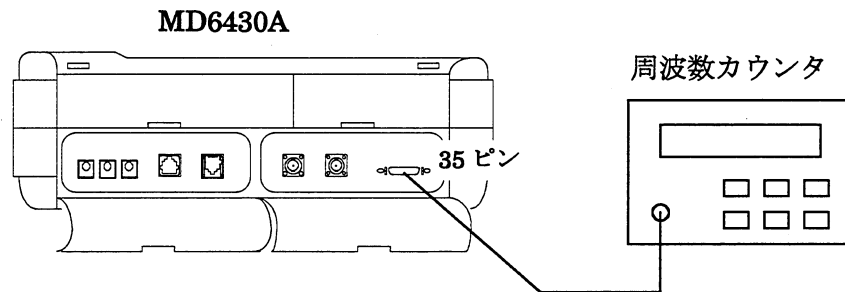

図 8.3-2 送信クロック測定 接続方法
本器のアンフェノールハーフピッチ 36 極コネクタの 35 ピン（向かって下段左から 2 番目）と周波数カウンタを図 8.3-2 のように接続します。コネクタのピン配置は「2 章仕様」を参照してください。
(1) 接続
G.703 64k インタフェースと同じように本器のアンフェノールハーフピッチ 36 極コネクタの 35 ピンと周波数カウンタを図 8.3-2 のように接続します。
(2) 本器の設定
8.2.1.1 (2) と同様に設定条件を初期化します。現在の設定が必要な方は初期化する前にメモリに設定を保存してください。